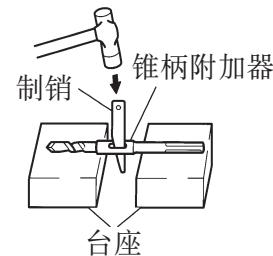

图 11
- (1) 把钻头连同锥柄一起安装于锥柄附加器。
- (2) 接通开关进行钻孔, 直到到达标示槽的孔深为止。
- (3) 用喷射器清除屑尘后, 把塞子装配于锚栓尖端, 用手锤或钳子打入锚栓。
- (4) 要卸下钻头 (带锥柄) 时, 请将制销插入锥柄转接器槽, 并在停止时用手锤支撑锤击制销头。(图 11)